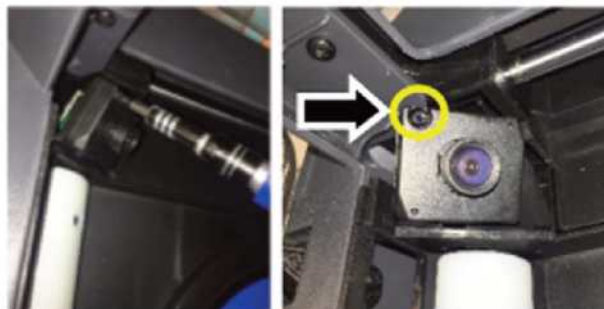

Figure 2a. et 2b. Retirez la vis encerclée.
- b. Remettez la vis en place à l'aide du tournevis Torx T10, en fixant la caméra à l'imprimante. Reportez-vous aux figures 2a et 2b.